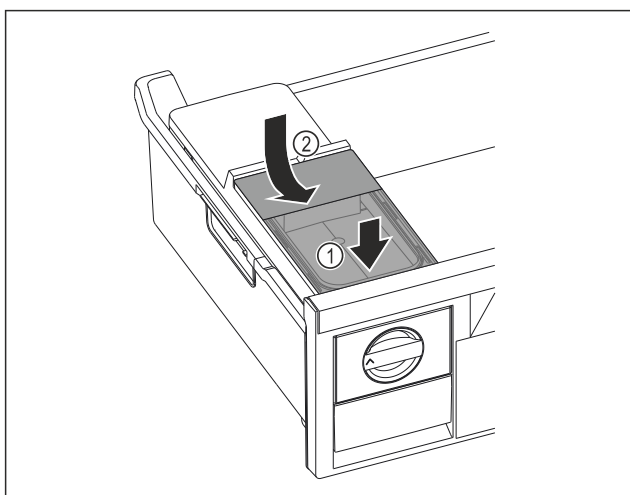

Fig. 110
- ▶ Nasadte vpředu nádržku na vodu. Fig. 110 (1)
- ▶ Spusťte nádržku na vodu vzadu dolů. Fig. 110 (2)